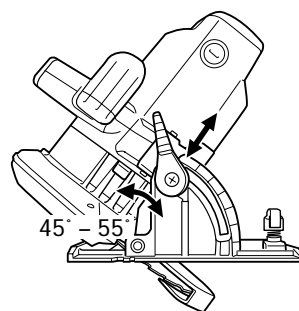

Fig. 12
Si desea usar un ángulo de inclinación de más de 45°, mueva la palanca (A) hacia adentro, tal como se muestra en la Fig.12, para poder inclinar la cuchilla de la sierra hasta un ángulo máximo de 55° con respecto a la base.